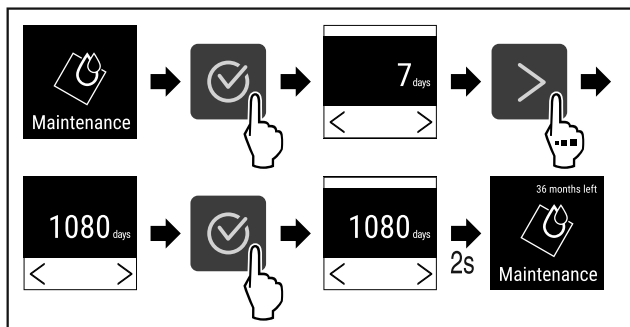

Fig. 98
- ▶ Følg anvisningene (se Fig. 98).